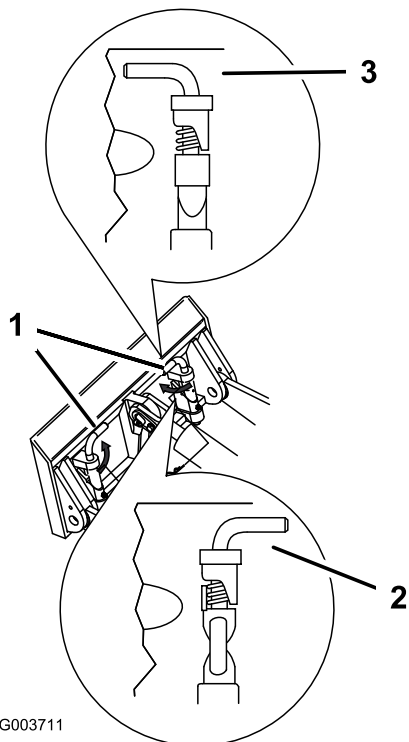

Figura 26
7. Acople los pasadores de enganche rápido, asegurándose de que están correctamente introducidos hasta el fondo en la placa de montaje (Figura 26).